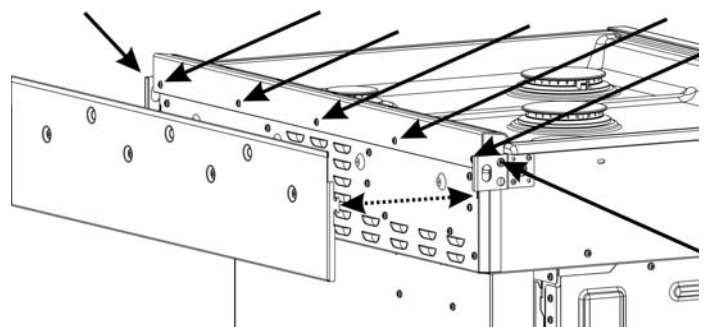

Figura 2: Ubicaciones de los tornillos de la moldura (una vez retirada la cubierta de la rejilla de ventilación)
5. Levante la cubierta de la rejilla de ventilación para quitarla de las ranuras que la sujetan en su lugar (consulte la Figura 2). Tome nota de las ubicaciones de las ranuras para más adelante.
7. Retire los tornillos que sujetan la moldura (cinco tornillos en la parte trasera y un tornillo en cada extremo) (consulte la Figura 2). Guarde estos tornillos para la instalación de la placa antisalpicaduras inferior.
- Sujete la placa antisalpicaduras inferior en una posición vertical mientras instala y ajusta los cinco tornillos de la parte trasera (consulte la Figura 2).